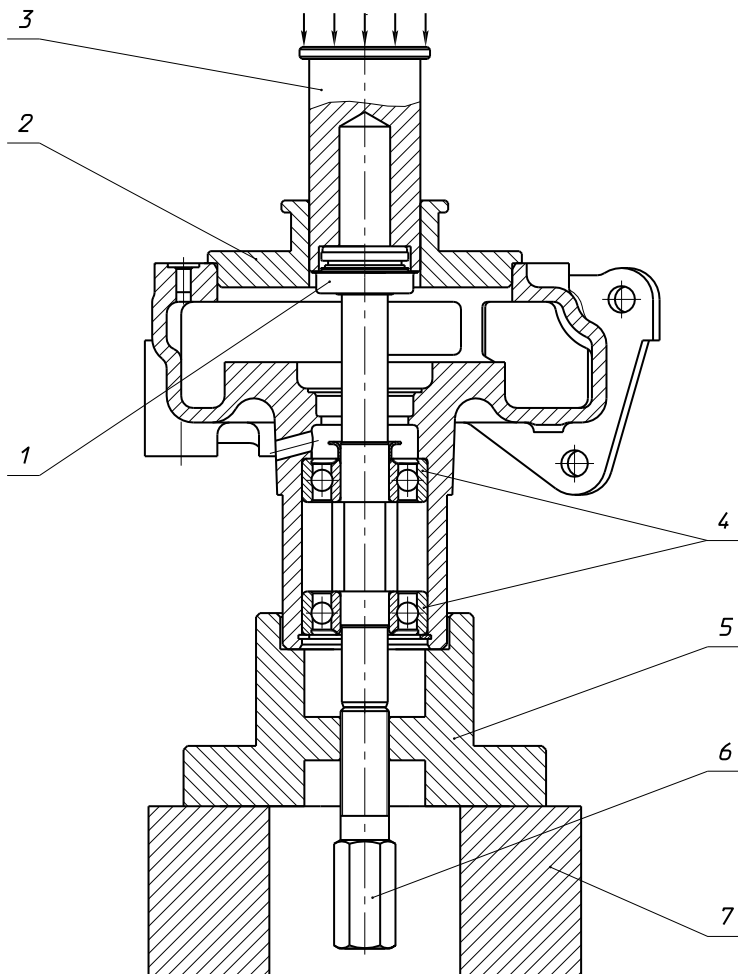

Рис.17. Установка торцового уплотнения "КАСО"
1. Установить корпус насоса в сборе с валом и подшипниками через специальную проставку 5 вертикально на жесткую опору 7, которая имеет внутреннее отверстие для размещения установочного винта 6 (см. рисунок 17).
На рисунках 18 - 21 приводятся эскизы для изготовления деталей приспособления по сборке водяного насоса при установке уплотнения «КАСО» (см. рисунок 17). Материал деталей – сталь.